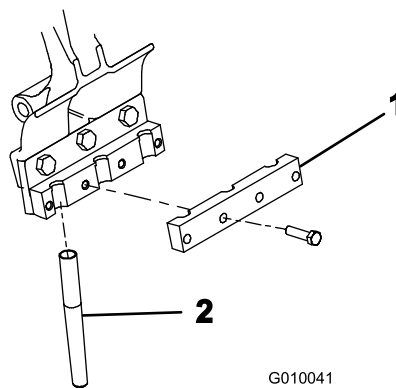

Рисунок 24
- К каждому держателю зубьев свободно прикрепите 4 болтами ($3/8 \times 1 1/2$ дюйма) зажим зубьев (Рисунок 24). Не затягивайте болты.